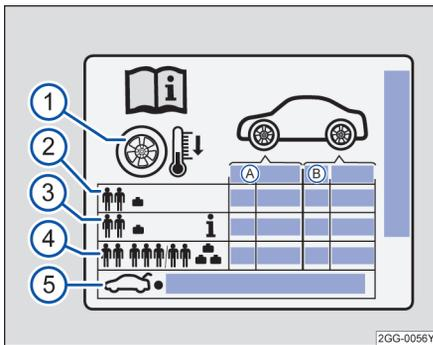

图 218 胎压标签上的图标
胎压标签上的数据 → 图 218:
根据车型的不同，胎压标签上可能包含舒适轮胎压力 → 图 218 ③。该舒适轮胎压力可提高行驶的舒适度。用舒适轮胎压力行驶时，燃料消耗可能会升高。